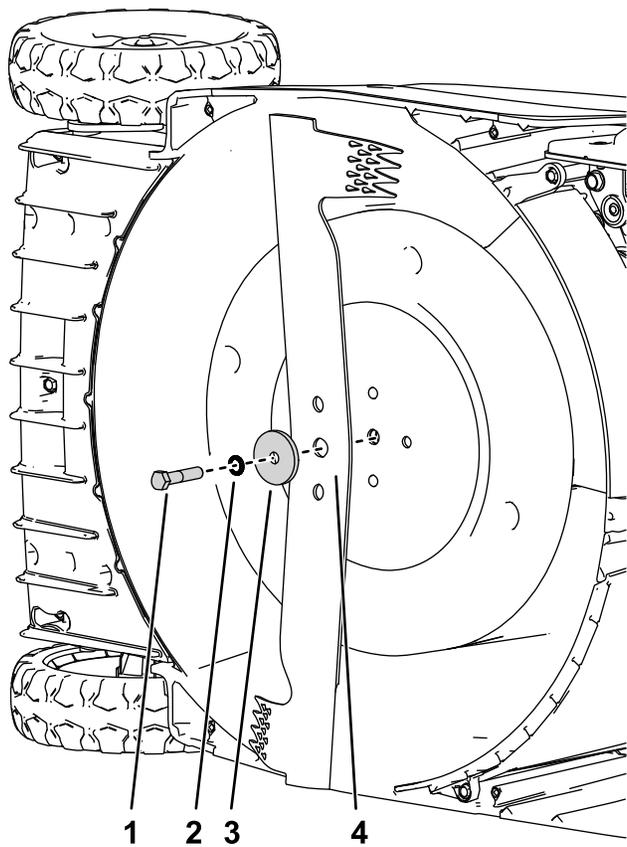

Рисунок 25
5. Установите новый нож, закрепив все крепежные детали (Рисунок 25).